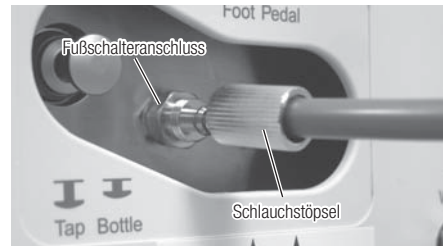

Abb. 2
Lockern und entfernen Sie die Schlauchstöpsel (2 x) aus den Fußschalteranschlüssen auf der Rückseite des Steuergerätes und stecken Sie sie beide in die Fußschalterkabel. Führen Sie die Stöpsel so ein, dass die Schrauben ein Stück herausstehen (auf der Seite des Steuergeräts). Stecken Sie den Schlauch des Fußpedals in den Fußschalter-Anschluss ⑬ auf der Rückseite der Einheit. Führen Sie das mit „1“ gekennzeichnete Ende jedes Schlauchs ein, wie auf der Markierung beschrieben. Ziehen Sie jetzt die beiden Schlauchstöpsel fest (Abb. 2).